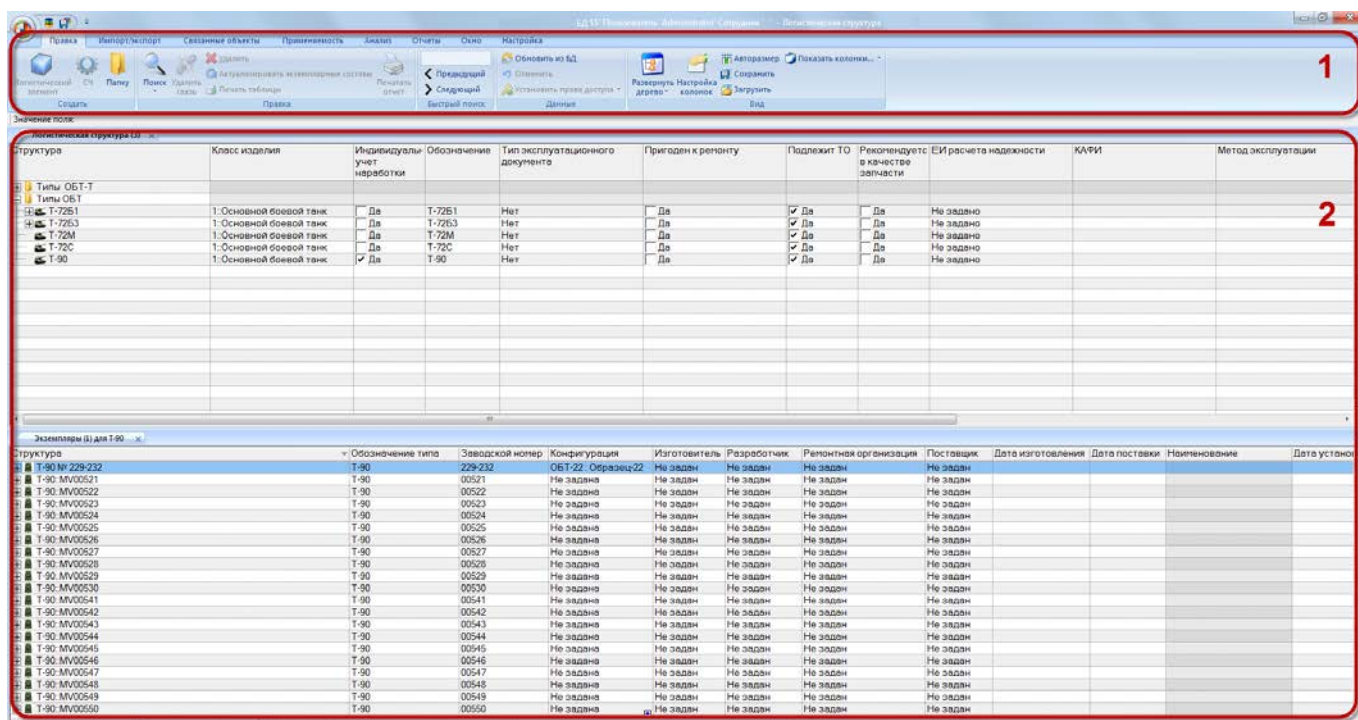

Рис. 5-1 – Главное окно «ILS_suite»: 1 – область управления, 2 – рабочая область
6) После установки соединения с БД открывается главное окно системы ILS (рис. 5-1).
Общий вид главного окна системы ILS Suite представлен на рис. 5-1.
Главное окно программы состоит из области управления (1 на рис. 5-1) и рабочей области (2), между которыми расположена информационная строка для вывода содержимого выделенной ячейки таблицы.